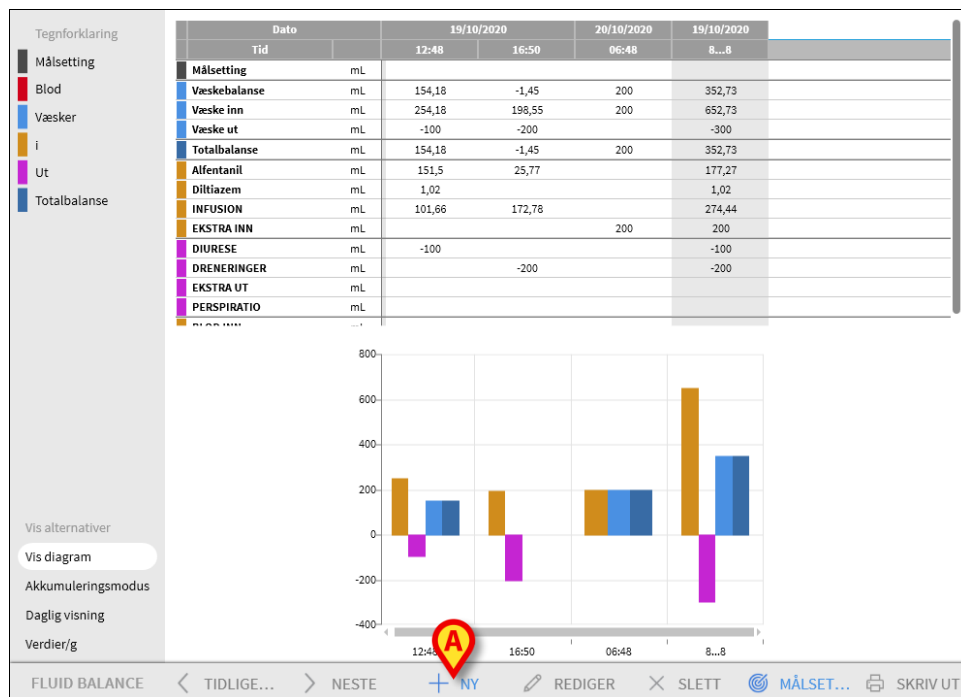

Fig. 197
I boksen **Merknader** er det mulig å legge til en merknad som fritekst. Hvis en merknad refererer til en balanseoppføring, vises et bestemt ikon i balansetabellen, ved siden av registreringsklokkeslettet (Fig. 197 A). Flytt musepekeren over ikonet for å vise et verktøytips som inneholder hele merknadsteksten.
- Klikk **Ny** på kommandolinjen (Fig. 197 A).